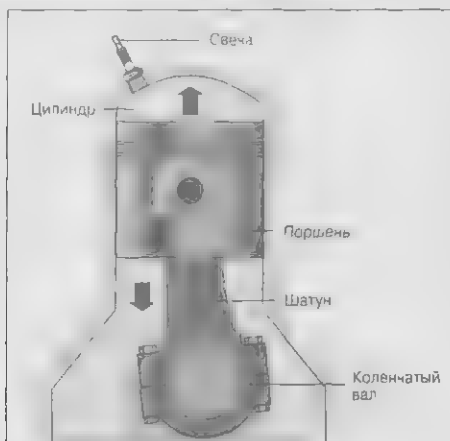

Рис. 4.3. Цилиндр и поршень
6. Эта смесь бензина и топлива поступает в цилиндры двигателя. Цилиндр (рис. 4.3) представляет собой полую трубу с двумя открытым концом и одним закрытым. Внутреннюю поверхность цилиндра ходит поршень, который перемещается вверх и вниз. Поршень толкает вверх сжимая смесь воздуха и топлива в маленьком пространстве.